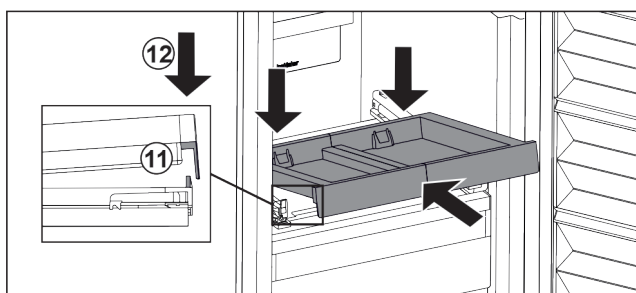

Fig. 143
- ▶ 倾斜推入。确保两侧的挡块位于卡舌后面。 Fig. 143 (11)
- ▶ 放下拉出式搁板前部。 Fig. 143 (12)